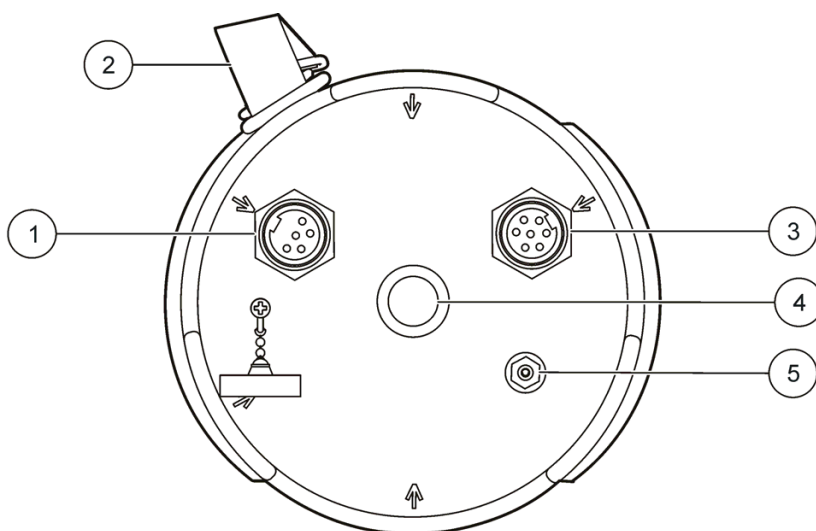

Figure 2 Raccordements du Flo-Logger
Vérifiez qu'une nouvelle cartouche desséchante a bien été reliée au port de référence pour la pression atmosphérique se trouvant en dessous du boîtier du Flo-Logger (Figure 2, article 2). La cartouche desséchante empêche la formation d'humidité. L'humidité et tout autre élément indésirable sont susceptibles d'altérer la précision du capteur de pression du niveau de surcharge. Lorsqu'une cartouche desséchante devient rose, remplacez-la par une neuve (bleue). Deux cartouches peuvent être utilisées en série pour une protection plus durable. Les cartouches desséchantes peuvent être achetées auprès du fabricant.
1. Prenez la barre de suspension en nylon de l'unité (Figure 2, article 5).